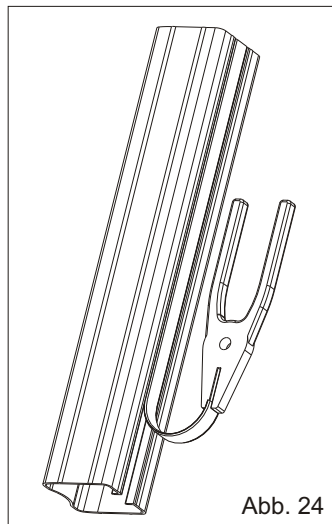

Abb. 24
2.10. Den abziehbaren Streifen von der Kolbenabdeckung entfernen (Abb.24) und letztere auf dem Antrieb mit Hilfe der zwei Stangen anbringen, die Befestigungsmuttern der Kolbenabdeckung nicht zu fest anziehen (Abb. 25).